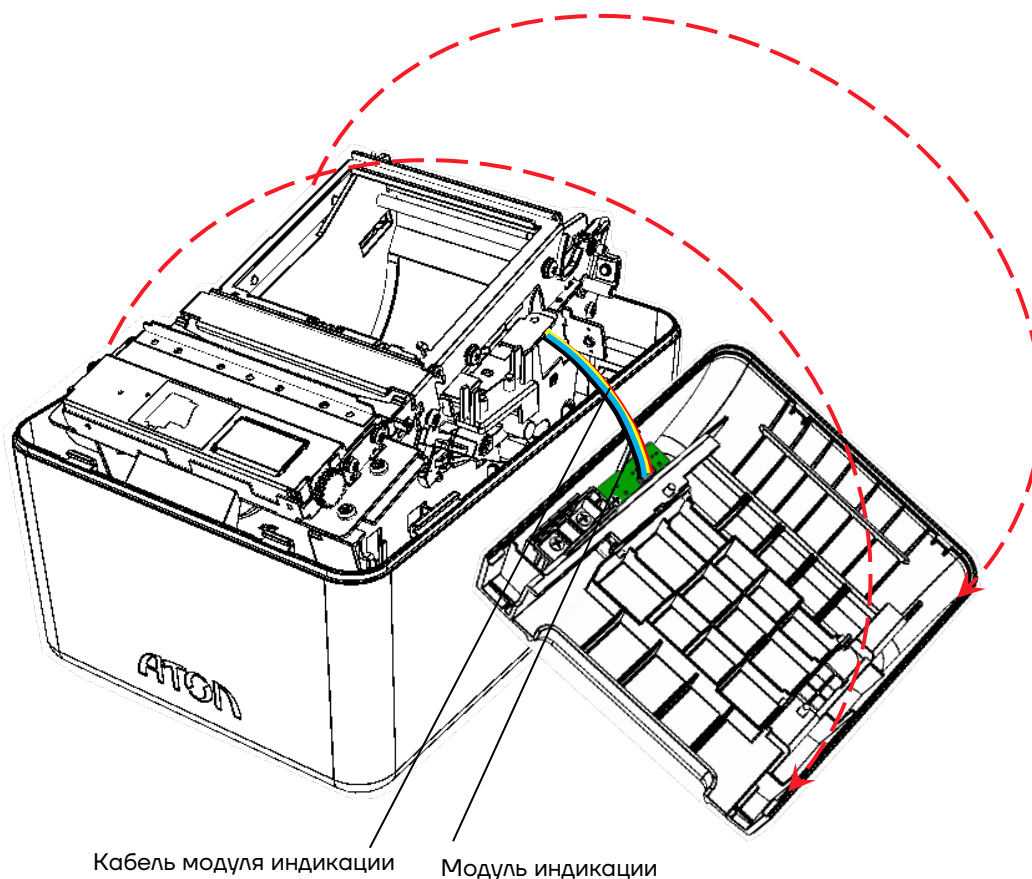

Рисунок 14. Модуль индикации, подключенный кабелем (крышка лотка для ЧЛ условно не показана)
- 12** Подключить кабель к модулю индикации (рисунок 14).